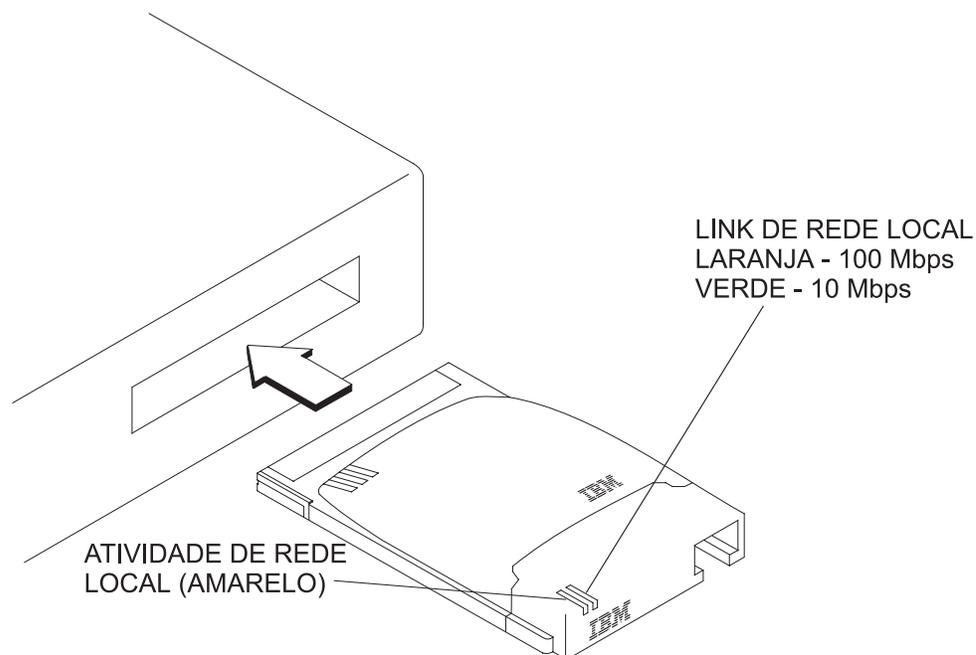

Figura 1. Inserção do cartão no computador
1. Segure o Cartão EtherJet CardBus Ready Port pelas bordas com a etiqueta da IBM voltada para cima e o conector do Cartão PCMCIA junto ao slot de inserção, conforme mostrado na Figura 1.